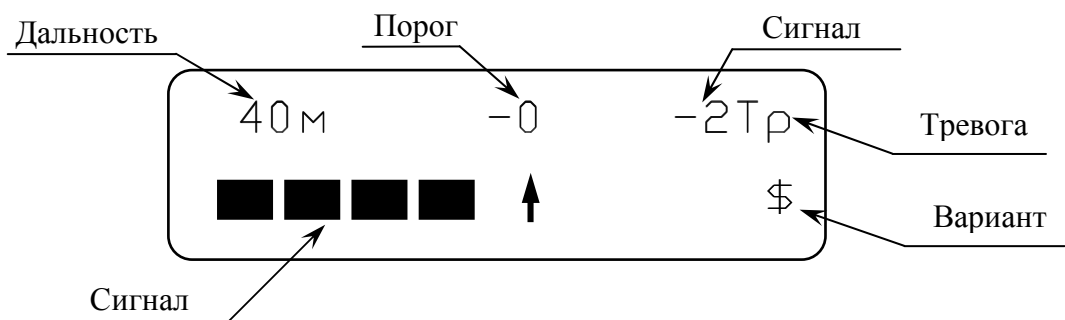

Рисунок 2
Индикация напряжения питания производится после перевода ПК в режим индикации одновременно с индикацией надписи «ОП-40». Если напряжение питания 10,2 В и выше, после индикации в течение пяти секунд значения напряжения питания в вольтах ПК переходит в режим отображения остальных параметров (см. рисунок 2). Если напряжение питания ниже 10,2 В (пониженное) ПК вместо представленных на рисунке 2 параметров индицирует значение напряжения питания в виде мигающих символов.
Индикация помехи (значок – «!!» на месте значка «Tr» см. рисунок 2) дублирует световую индикацию в КР извещателя.
Индикация неисправности (значок – «Av» на месте значка «Tr» см. рисунок 2) дублирует извещение сформированное извещателем. При включенном зуммере ПК звучит звуковой сигнал.
- *Режим установки порога* («ПОРОГ») имеет тринадцать вариантов значений порога сопровождаемых сообщениями: «-6дБ», «-5дБ», «-4дБ», «-3дБ», «-2дБ», «-1дБ», «-0дБ», «+1дБ», «+2дБ», «+3дБ», «+4дБ», «+5дБ», «+6дБ». В режиме корректировки порога изменение уровня порога производится с одновременным контролем уровня сигнала и тревог (см. рисунок 2).